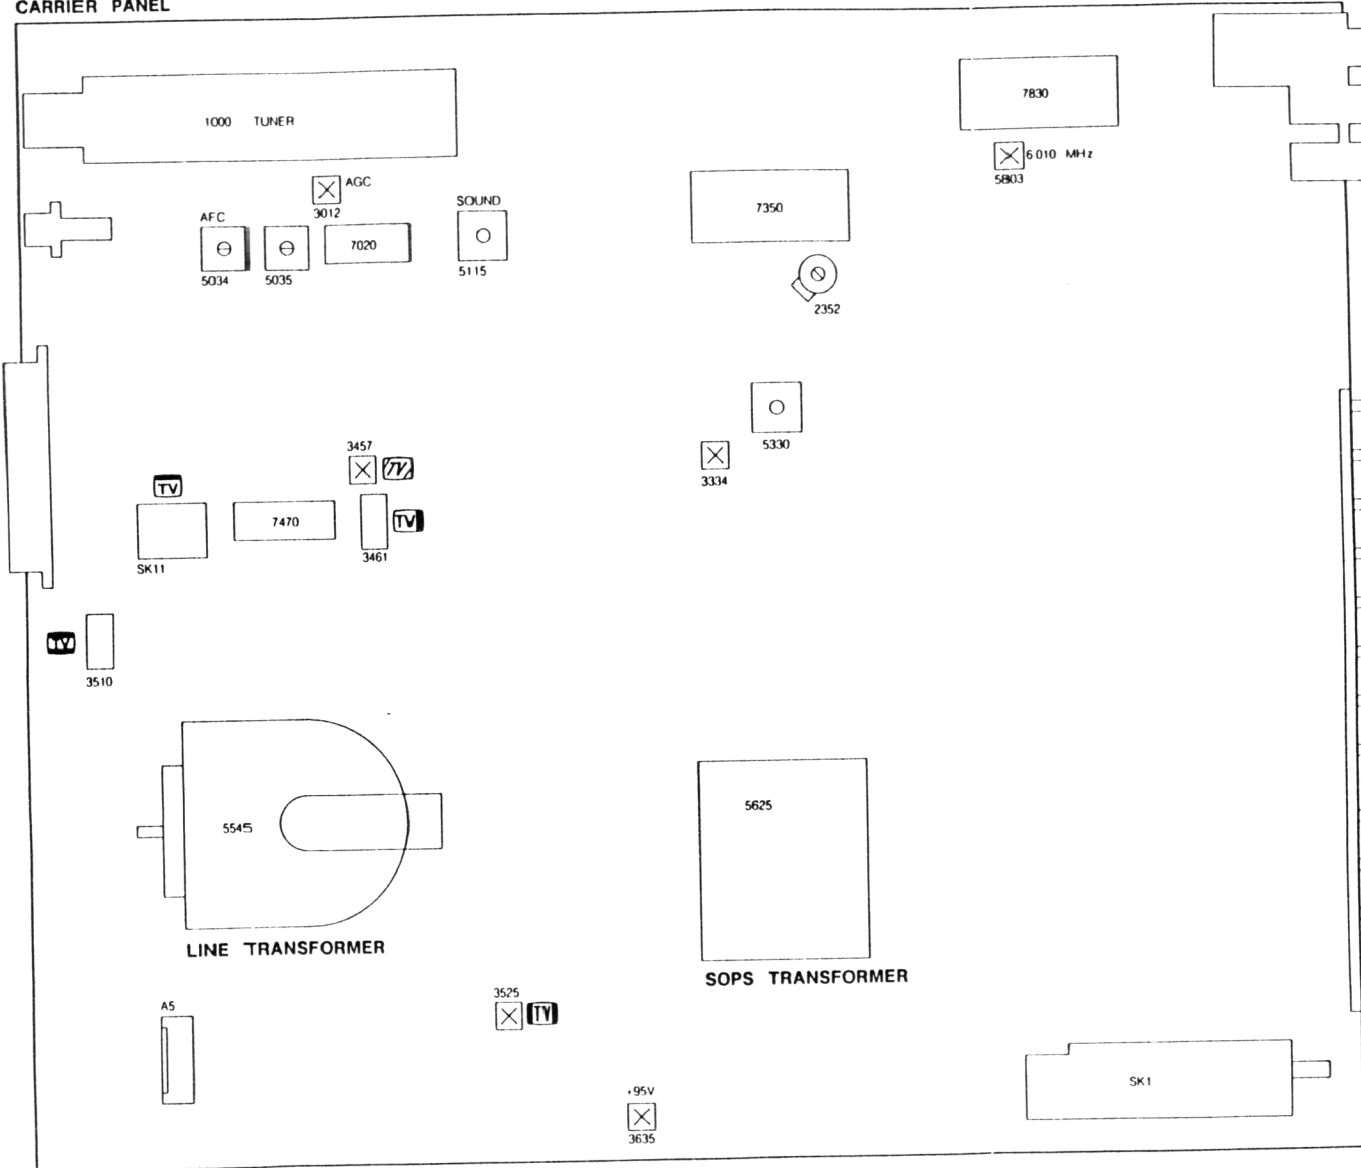

Fig. 11
**A. Einstellungen an der Hauptplatine (siehe Bild 11)**